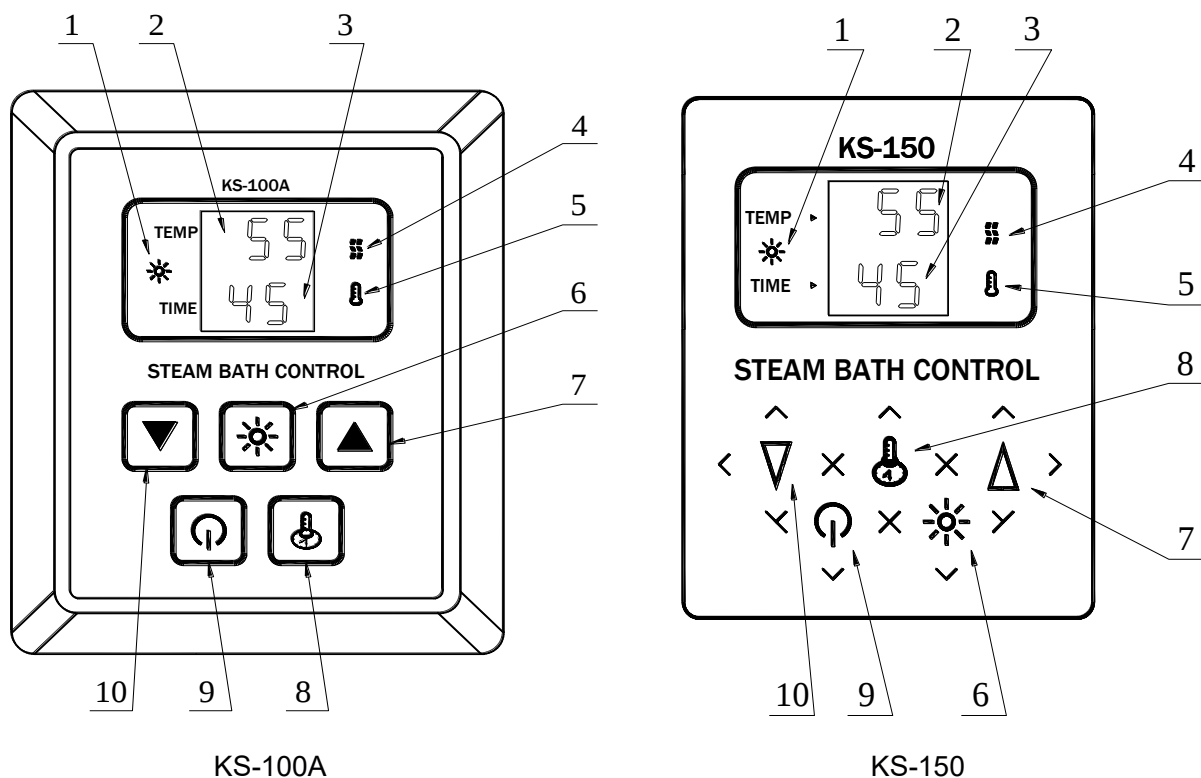

Рисунок 1. Панель керування KS-100A та KS-150
1. Дисплей панелі керування (див. рис. 1)